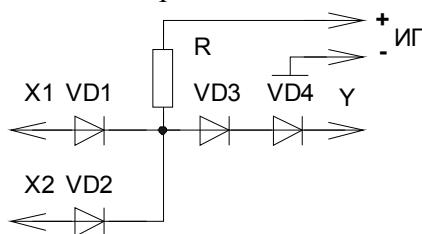

Рис. 169
2. Элемент ИЛИ. В простейшем случае реализуется на полупроводниковых диодах (смотрите рисунок 169). Необходимым условием для работы является: 1) $U_{bx}^1 > U_{ип}$; 2) $R \gg R_{i,pr}$.